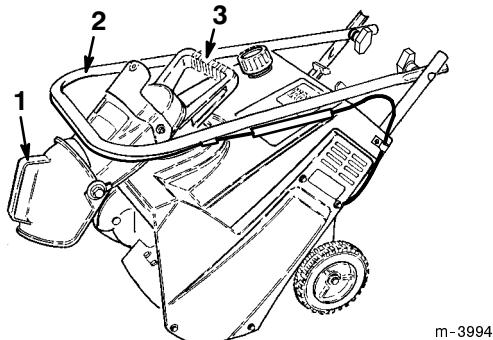

Figure 10
2. Repliez l'éjecteur et revissez fermement le contre-écrou et la rondelle sur le boulon à l'arrière de la poignée de l'éjecteur (Fig. 10).
3. Desserrez les boutons de la poignée et repliez cette dernière sur la déneigeuse en veillant à ne pas plier le câble de commande (Fig. 10).